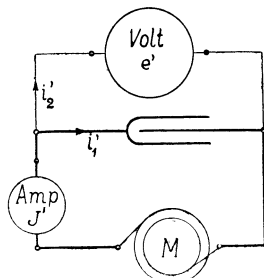

Fig. 102.
266. Um die Kapazität eines Kondensators zu bestimmen, wurde derselbe in den Stromkreis einer Wechselstrommaschine eingeschaltet. Parallel zu ihm lag ein Hitzdrahtvoltmeter, das 120 [150] (220) V Spannung anzeigte. Das Voltmeter hatte 600 [800] (880) Ω Widerstand. Das eingeschaltete Ampèremeter (Amp. Fig. 102) zeigte 0,8 [0,7] (0,9) A an, während die sechspolige Maschine M 1200 [1000] (900) Umdrehungen in der Minute machte. Wie groß ist hiernach C?